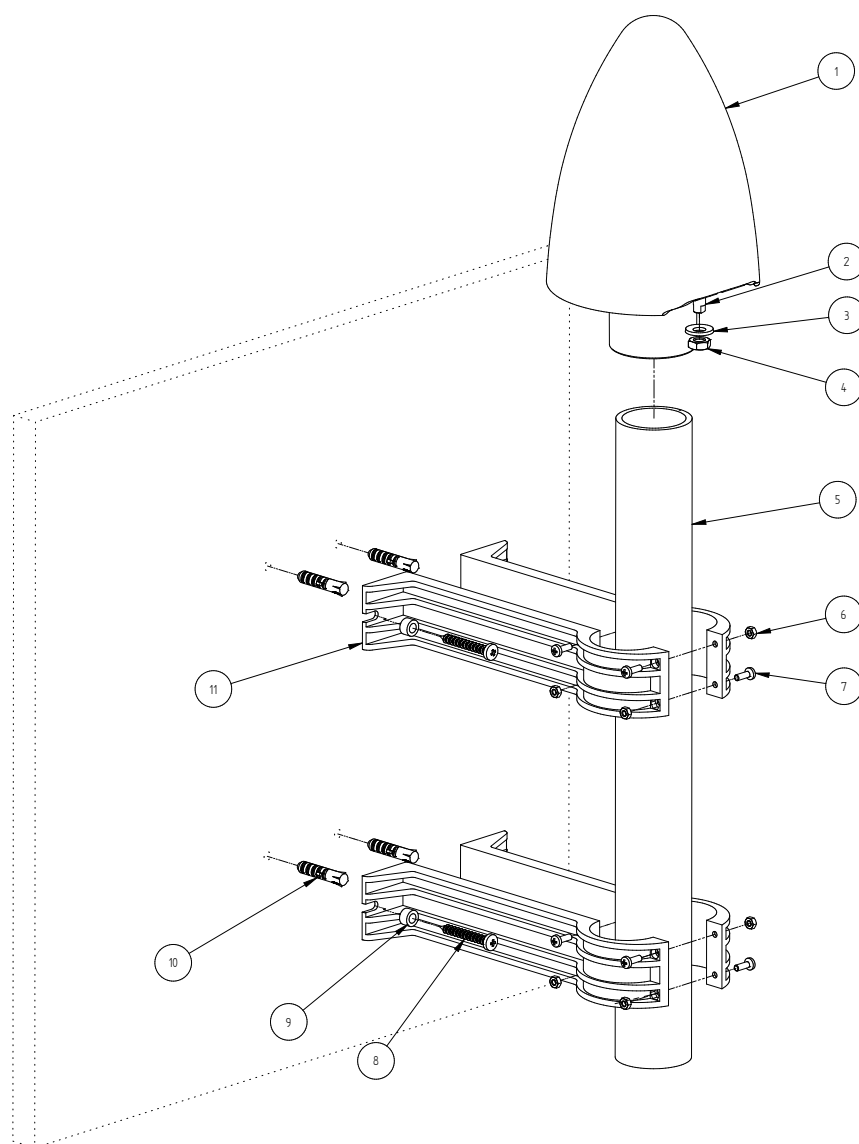

Abbildung 7.6: Montage einer Meinberg GNSS-Antenne an einer Wand
■ Abb. 7.6 stellt die Montage einer Meinberg GNSS-Antenne an einer Wand dar.
1. Legen Sie das Antennenrohr (Pos. 5 in ■ Abb. 7.6) in die dafür vorgesehenen Wölbungen der beiden Paare der Antennenrohr-Halter (Pos. 11). Befestigen Sie das Antennenrohr in jeder der beiden Antennenrohr-Halter (Pos. 11), mit vier M4x12-Linsenkopf Kreuzschlitz (Pos. 7) und den entsprechenden M4-Sechskantmuttern (Pos. 6). Um sicherzustellen, dass das Antennenrohr (Pos. 5) so sicher wie möglich sitzt, sollten die oberen und unteren M4x12-Schrauben (Pos. 7) in jedem der beiden Antennenrohr-Halter aus entgegengesetzten Richtungen eingesetzt werden, wie in ■ Abb. 7.6 gezeigt.